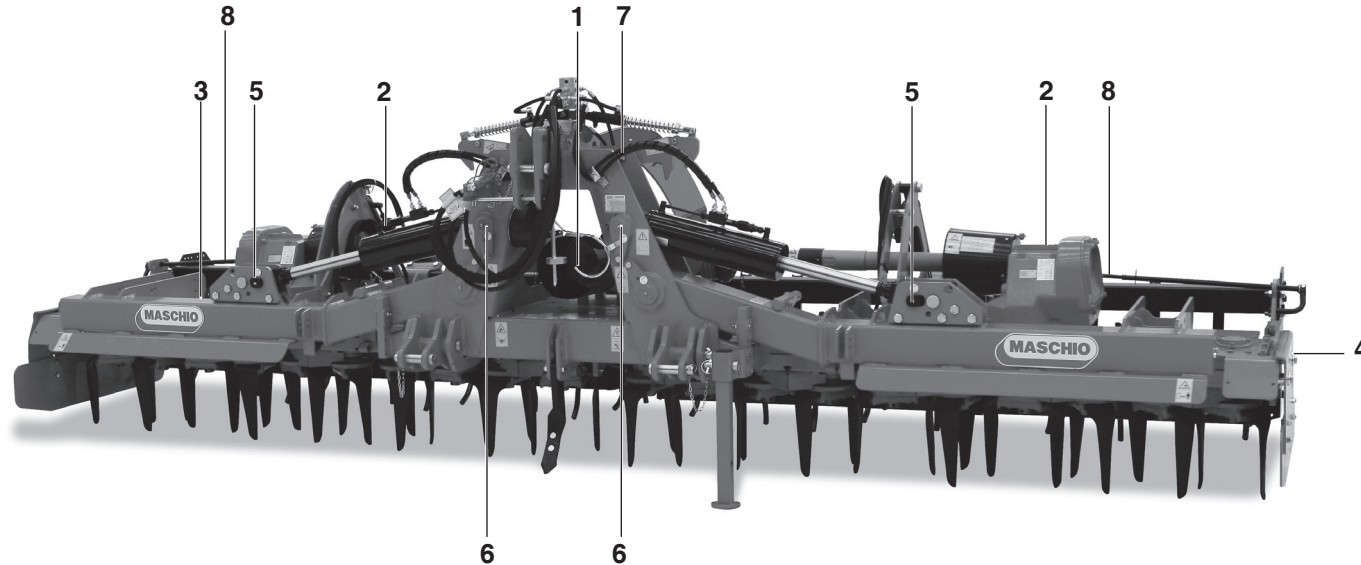

Fig. 65
- Efectuar el cambio completo del aceite del contenedor engranajes descargándolo a través del tapón e introduciéndolo a través del tapón de carga/nivel (3 Fig. 65).